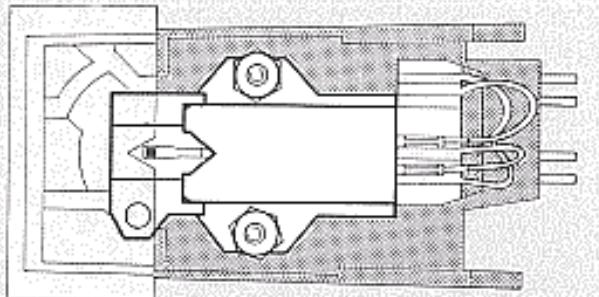

Fig. 13
1. Zur Montage des Tonabnehmersystems lösen Sie den Systemträger (3) vom Tonarm, indem Sie den Tonarmgriff (2) nach hinten drücken. Halten Sie dabei den Systemträger fest, da er nach Öffnen der Verriegelung herunterfällt.
2. Befestigen Sie das Tonabnehmersystem unter Verwendung des dem Tonabnehmersystem beigeigfachten Zubehörs auf dem Systemträger. Zu beachten ist, daß sich die Abtastnadelspitze - von oben betrachtet - mit der V-förmigen Aussparung der Systemlehre deckt (Fig. 13).
1. To mount the cartridge, detach the cartridge holder (3) from the tonearm by pressing the tonearm lift (2) backward, while holding the cartridge holder with your hand to prevent its falling down when the lock is released.
2. Using the hardware provided, mount the cartridge on the cartridge holder. Make sure that the V-shaped recess of the stylus tip - as seen from above - covers the cartridge gauge. (Fig. 13).